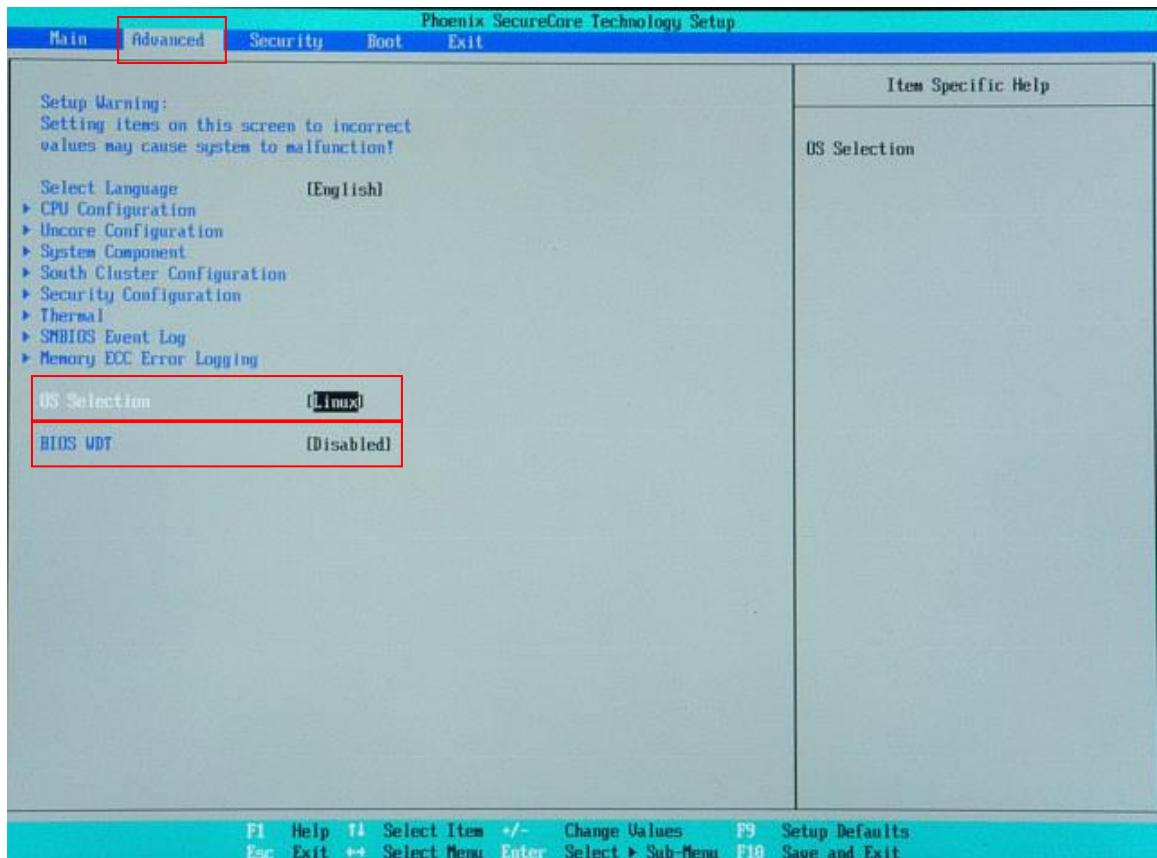

図 5-2-1-1. BIOS 設定 Advanced メニュー
- ⑧ [Boot] メニューを選択します。(図 5-2-1-2)
⑨ [USB CD] (接続した USB-DVD ドライブ) を[ATA HDD0] (m-SATA メインストレージ) よりも上に設定します。